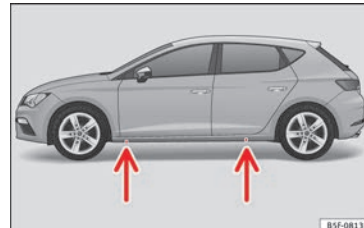

Fig. 73 Travesaño: marcas.
- Busque en el larguero la marca del punto de apoyo del gato (zona hundida) más cercana a la rueda a cambiar»» **fig. 73.**